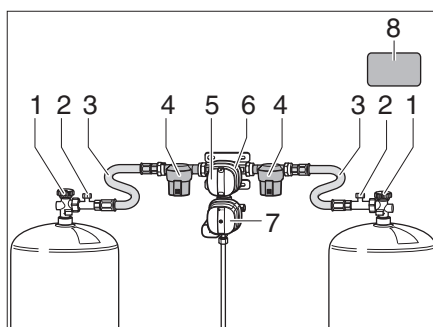
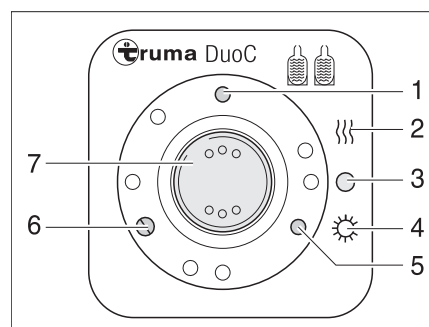
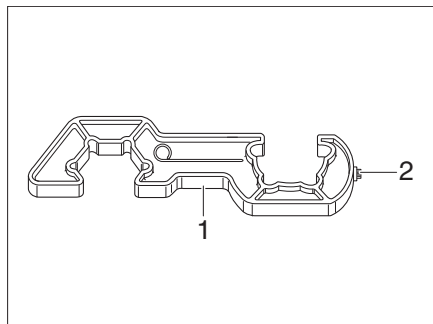
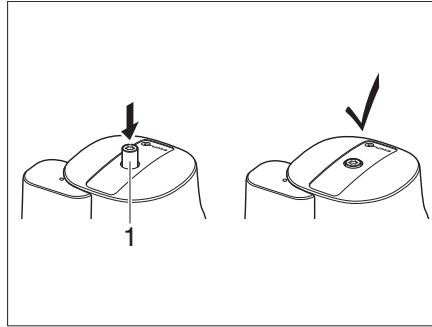

Fig. 233 Instalación de conmutación DuoControl
Fig. 234 Unidad de mando
Fig. 236 Elemento auxiliar de enroscado
Fig. 237 Crashsensor
La instalación de conmutación DuoControl consta de un regulador de conmutación (Fig. 233,6) y la unidad de mando (Fig. 234). El regulador de conmutación está montado entre las mangueras de alta presión (Fig. 233,3). Con el botón giratorio (Fig. 233,5) en el regulador de conmutación se puede determinar cuál de las bombonas de gas se usará como bombona de servicio y cuál bombona de gas como bombona de reserva.
El regulador de conmutación (Fig. 233,6) está equipado con el deshelador de reguladores Eis-Ex. De este modo se evitarán averías en la instalación de gas en el invierno.
Delante del regulador de conmutación está a cada lado un filtro de gas (Fig. 233,4), que protege la instalación de gas contra la contaminación con aceite y los ensuciamientos.
En la unidad de mando (Fig. 234) únicamente pueden conmutarse las funciones eléctricas. Las llaves de paso principales (Fig. 233,1) de las bombonas de gas deben abrirse a mano.
El regulador de conmutación garantiza una presión del gas constante, independientemente de cuál bombona de gas está suministrando el gas. Las dos luces de control en la unidad de mando indican el nivel de llenado de la bombona de servicio. Cuando la luz de control verde (Fig. 234,6) se ilumina, la bombona de servicio está llena. Cuando la luz de control roja (Fig. 234,5) se ilumina, la bombona de servicio está vacía. El suministro de gas se realiza entonces a través de la bombona de reserva.
- Abrir las llaves de paso principales (Fig. 233,1) de las bombonas de gas.
- Con el botón giratorio (Fig. 233,5) en el regulador de conmutación (Fig. 233,6), seleccionar la bombona de gas de la cual se debe tomar el gas preferentemente (bombona de servicio).
- Poner el interruptor basculante (Fig. 234,7) en "O" (Fig. 234,3). La luz de control amarilla (Fig. 234,1) se apaga.
Las luces de control en la unidad de mando (Fig. 234,5 y 6) indican en el interior del vehículo si la bombona de servicio está lista para el funcionamiento.
Si durante el funcionamiento la luz de control verde (Fig. 234,6) se apaga y la luz de control rojo (Fig. 234,5) se enciende, la bombona de gas seleccionada como bombona de servicio está vacía y debe cambiarse. La bombona de reserva seguirá suministrando gas a los consumidores de gas.
- ▶ Para enroscar y desenroscar las mangueras de alta presión, utilizar el elemento auxiliar de atornillado (Fig. 236,1). Garantiza el par de apriete necesario y evita que se produzcan daños en la unión atornillada por el uso de una herramienta incorrecta.
- Cerrar la llave de paso principal (Fig. 233,1) de la bombona de gas vacía.
- Desenroscar la manguera de alta presión (Fig. 233,3) de la bombona de gas con el elemento auxiliar de enroscado (Fig. 236).
- Conectar la bombona de gas llena a la manguera de alta presión (Fig. 233,3).
- Abrir la llave de paso principal (Fig. 233,1) de la bombona de gas.
- Girar el botón giratorio (Fig. 233,5) en el regulador de conmutación (Fig. 233,6) una media vuelta, de tal manera que la bombona de gas cambiada sirva de bombona de reserva.
- Presionar el botón (Fig. 233,2) del dispositivo de seguridad en caso de rotura de manguera en la manguera de alta presión, para activarlo.
- Si es necesario, presionar el botón de reposición (Fig. 237,1) en el Crashsensor.
- ▶ Observar el adhesivo de seguridad (Fig. 233,8) en la caja para bombonas de gas.
- Utilizar el Torx T20 (Fig. 236,2) en el elemento auxiliar de atornillado para presionar hacia dentro el botón de desbloqueo (Fig. 237,1), girar ligeramente en sentido horario y mantenerlo durante 5 segundos. El Crashsensor está listo para el funcionamiento cuando el botón de desbloqueo (Fig. 237,1) permanece en la posición hundida.
- Después de cambiar la bombona de gas, presionar con fuerza el botón verde (Fig. 233,2) en la manguera de alta presión (Fig. 233,3).